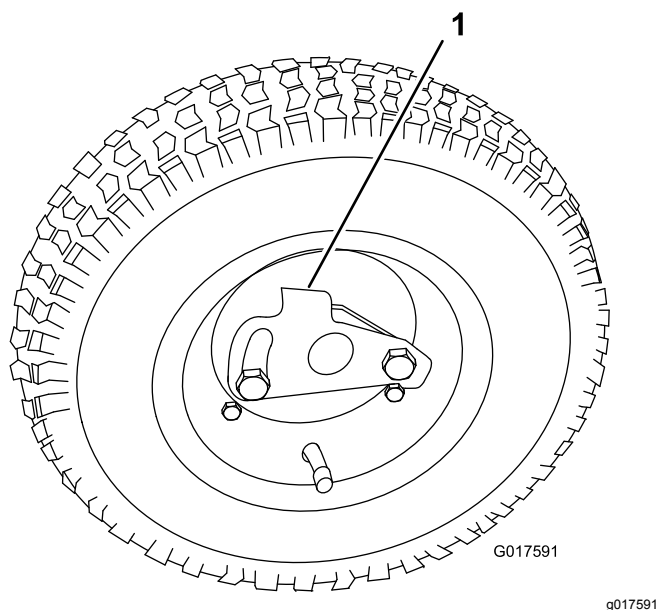

図 8
3. ロッキングクリップを開き、タイヤを更に奥に押し込む 図 8。